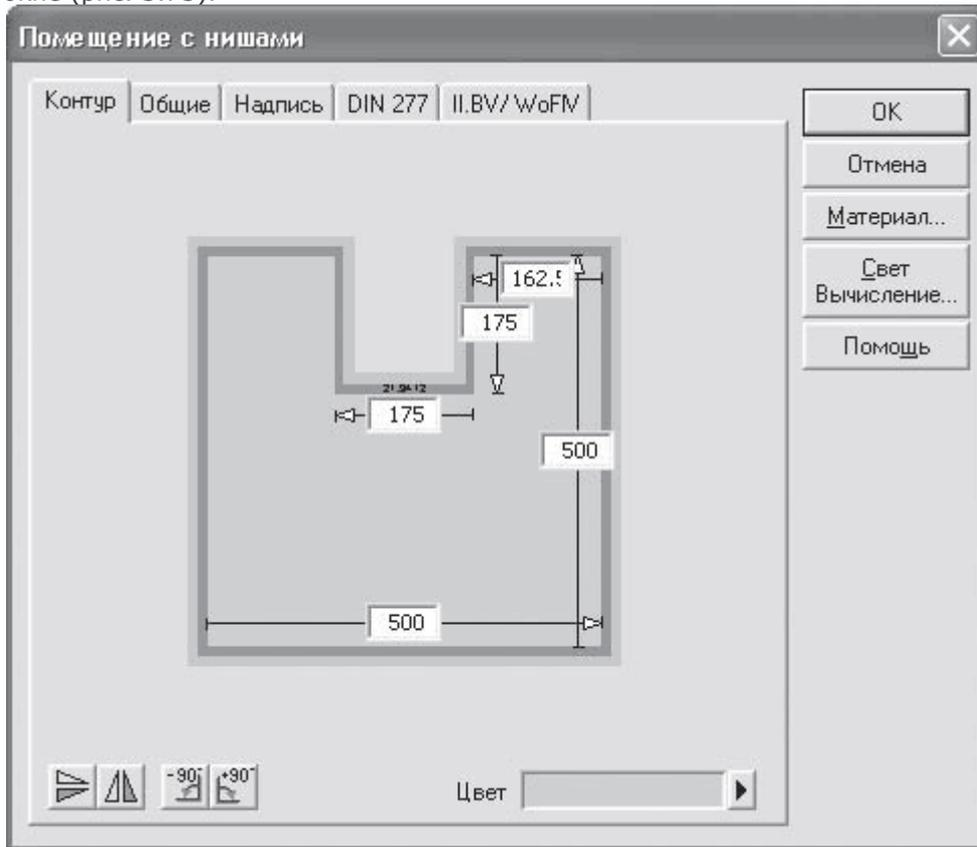
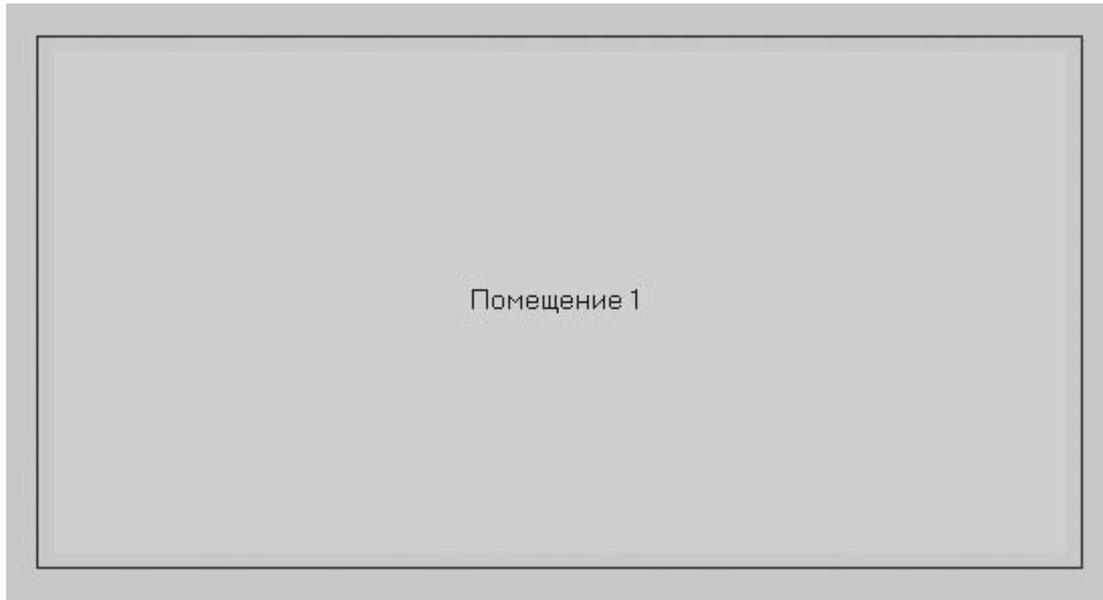

Рис. 3.75. Настройка параметров помещения с нишами
Рис. 3.79. Прямоугольное помещение в режиме объемной планировки
У каждой из этих команд есть собственные настройки, доступ к которым можно получить, щелкнув правой кнопкой мыши на пиктограмме команды. К примеру, команда Помещения с нишами имеет следующие настройки, собранные в одноименном окне (рис. 3.75).
7. После завершающего щелчка кнопкой мыши на окне появится окно параметров (см. рис. 3.75) с точными размерами построенного габаритного прямоугольника. Вы можете более точно их отредактировать, повернуть или отобразить здания. Если вы уверены в правильности всех настроек, нажмите кнопку ОК. В результате на плане будет нарисовано здание по заданным размерам (рис. 3.79).